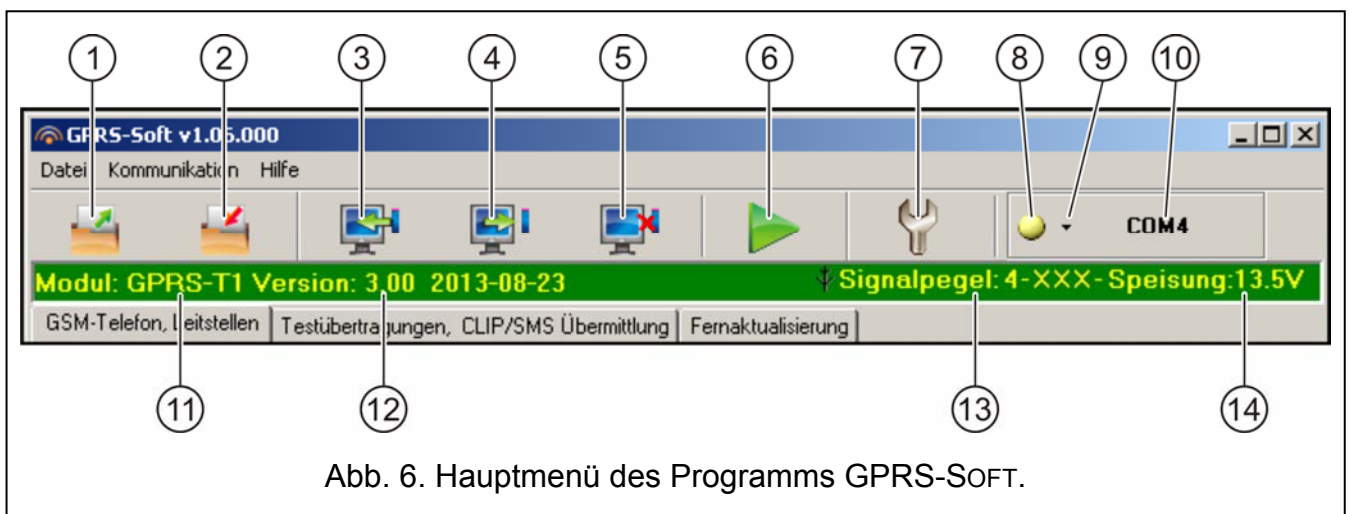

Abb. 6. Hauptmenü des Programms GPRS-SOFT.
Die serielle Schnittstelle COM muss mit der RS-232-Schnittstelle (TTL) auf der Elektronikplatine des Transmitters verbunden werden. Die zur Verbindung dienenden Leitungen sind im Satz DB9FC/RJ-KPL enthalten. Wählen Sie im Programm GPRS-SOFT den Port COM des Computers, der zur Kommunikation mit dem Transmitter dient. Zu diesem Zweck klicken Sie mit der Maustaste auf die Schaltfläche „Konfiguration“ (siehe: Abb. 6 und Erläuterung zur Abbildung) und wählen Sie im Fenster, das angezeigt wird, einen der zugänglichen Ports COM des Computers. Nach dem Einschalten des gewählten Portes COM wird die Verbindung mit dem Transmitter aufgenommen.
2. Auf die Schaltfläche „Konfiguration“ klicken (siehe Abb. 6 und Erläuterung zur Abbildung). Im angezeigten Fenster die Nummer des für die Kommunikation mit dem Transmitter bestimmten TCP-Portes eingeben. Diese Nummer soll in der SMS enthalten werden,
3. Die Taste  klicken (siehe Abb. 6). Aus dem Menü, das angezeigt wird, „TCP/IP“ wählen. Der Server wird aktiviert.